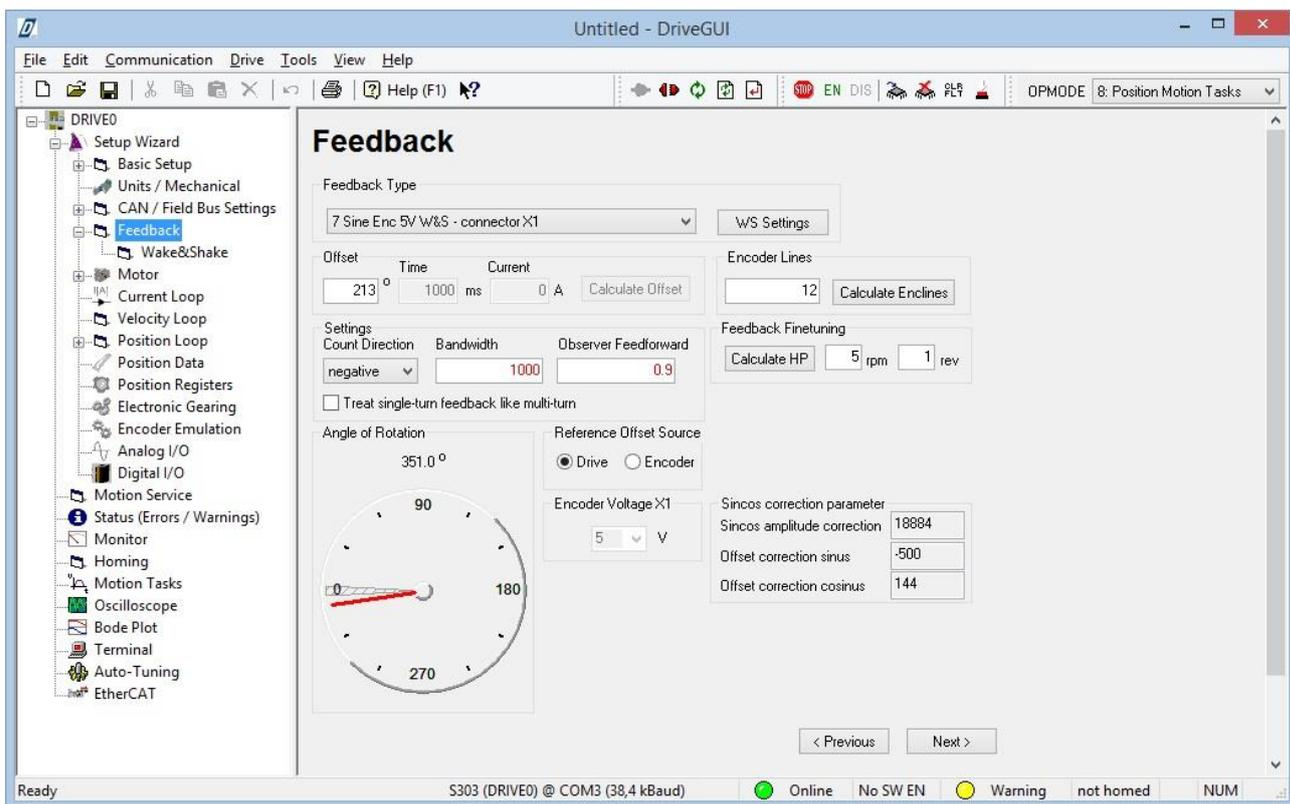

Рис. 10. Пункт меню Feedback
4. В окне «Feedback», рис. 10. настраиваются параметры датчика обратной связи. Необходимо выбрать тип датчика 7 Sine Enc 5v W&S - connector X1 – sin-cos энкодер с напряжением питания 5 В и функцией Wake&Shake. Функция Wake&Shake («Проснись и Встряхнись») предназначена для синхронизации процесса коммутации силовых фаз двигателя с сигналом обратной связи.
Важным пунктом настройки обратной связи является Encoder Lines – количество периодов датчика ОС на один «оборот» двигателя, рис. 10. Поскольку известны длина пары полюсов двигателя 24000 мкм и период датчика 2000 мкм, этот параметр равен 12 (его можно также рассчитать с помощью встроенного калькулятора).
Параметр Bandwidth устанавливает (в Гц) полосу пропускания фильтра канала измерения скорости. Чем больше его значение, тем более быстрым является канал, однако при этом ухудшается подавление помех. С другой стороны при малых значениях полосы пропускания увеличивается дополнительный фазовый сдвиг, вносимый фильтром, что ухудшает качество регулирования скорости. Рекомендуется в качестве ориентировочного принять значение, показанное на рис. 10.
Параметр Observer Feedforward служит для настройки т.н. «наблюдателя скорости». Это математический алгоритм, служащий, в частности, для улучшения устойчивости контура регулирования скорости [6]. Значение параметра можно изменять от 0 до 1. Рекомендуется в качестве ориентировочного принять значение, показанное на рис. 10.